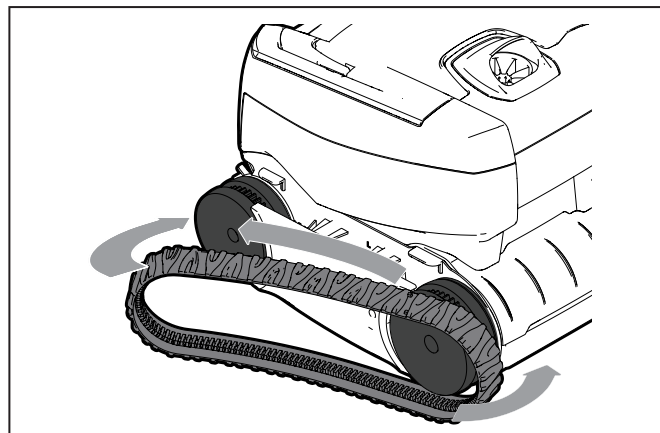

Figure 25. Estirar la oruga alrededor de las ruedas
3. Para instalar una nueva oruga, coloque la nervadura interna de la oruga en la ranura de la primera rueda. (See Figure 25).
4. Estire la oruga para colocarla alrededor de la segunda rueda (see Figure 25). Empuje y posicione la nervadura de la oruga para que la oruga se asiente correctamente en la ranura de la rueda.